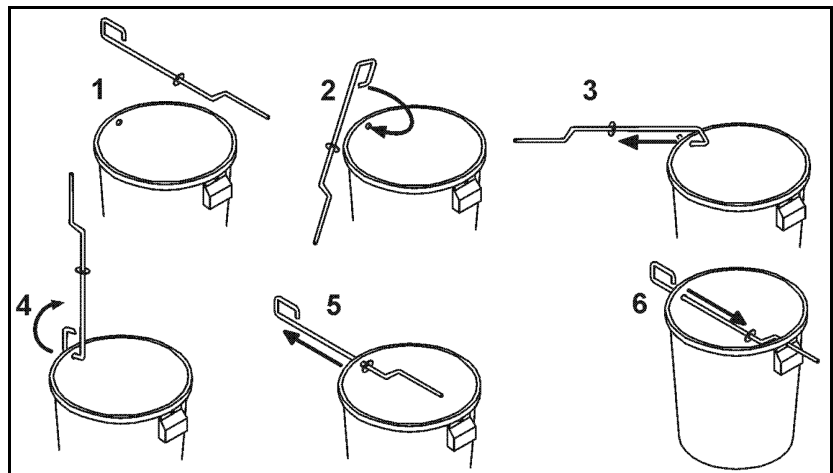

图 61
- 2.1 旋出固定撒肥盘的翼形螺栓 (图 61/1) 并从齿轮箱轴上拔下撒肥盘。
3. 在插口 (图 61/4 和 图 61/5) 中用钩杆 (图 61/3) 将收集容器 (图 61/2) 挂在框架上。